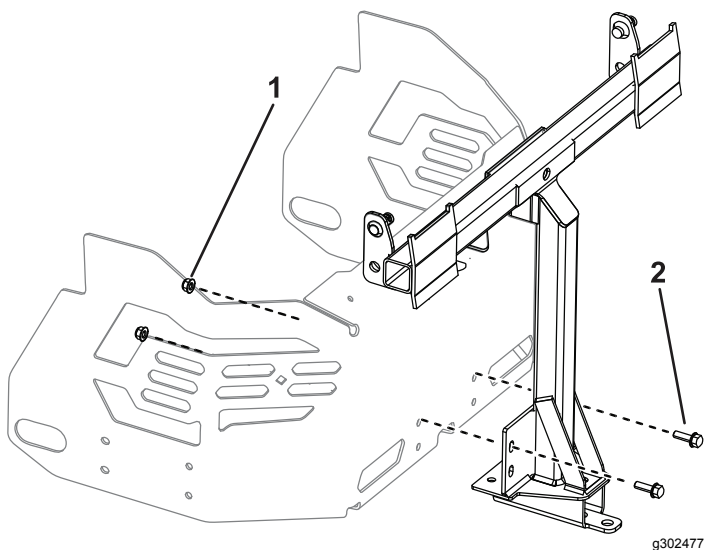

Figure 3
2. Fixez le support de stabilisation à la protection du moteur au moyen de 2 boulons de carrosserie (5/16" x 3/4") et 2 contre-écrous (5/16"), comme montré à la Figure 3.